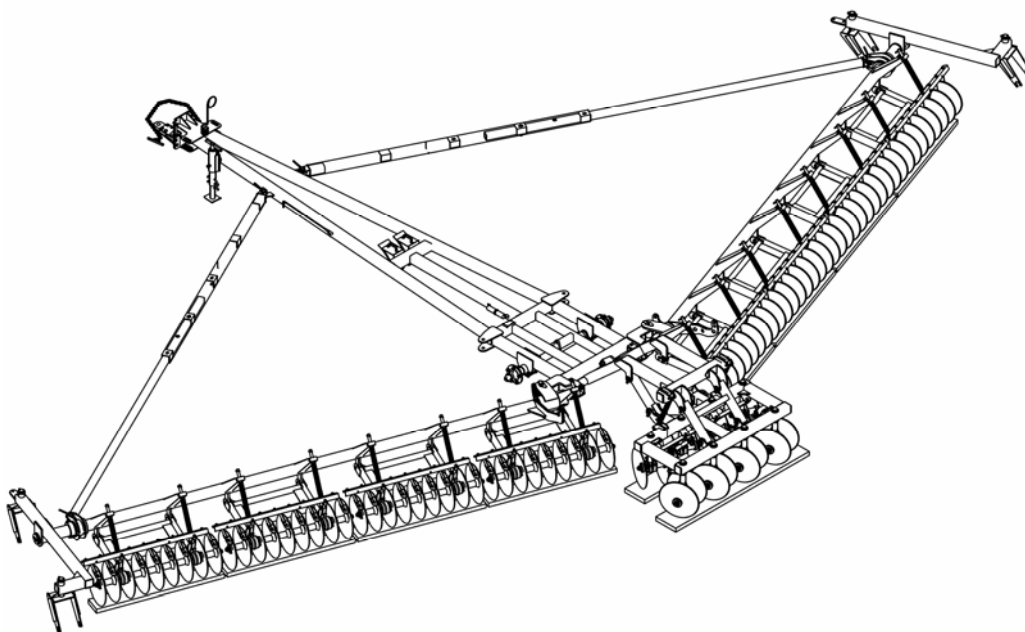

Рис.24 Установка лушильника на хранение.
- под рабочие органы подложить подставки (Рис. 24);